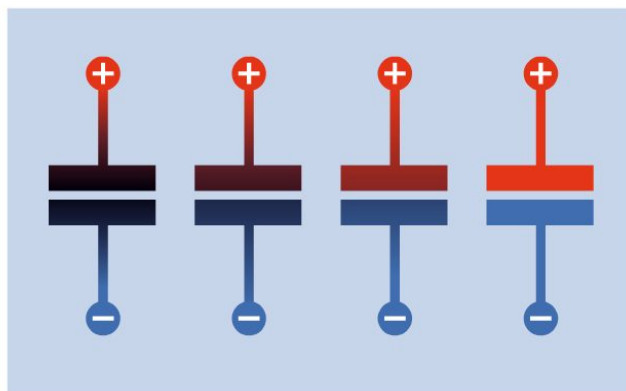

Figure 2-73. Un condensateur relié à une pile accumulera des charges opposées égales.
Il n'existe aucune connexion électrique à l'intérieur d'un condensateur, seulement deux fils reliés à des *plaques* internes très proches l'une de l'autre et séparées par un isolant polarisable appelé *diélectrique*. En conséquence, le courant continu (CC) ne circule pas dans un condensateur. Pourtant si vous reliez un condensateur à une pile, il se charge tout seul (figure 2-73), car les charges accumulées sur une plaque vont attirer les charges de signe opposé accumulées sur l'autre plaque.